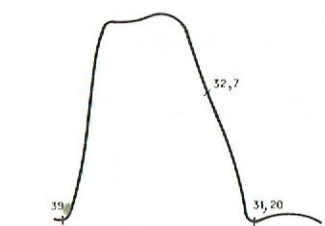

Fig. 6
- Régler b de U 469 pour positionner le marqueur 32,7 MHz à - 4 db du haut de la courbe (fig. 6).